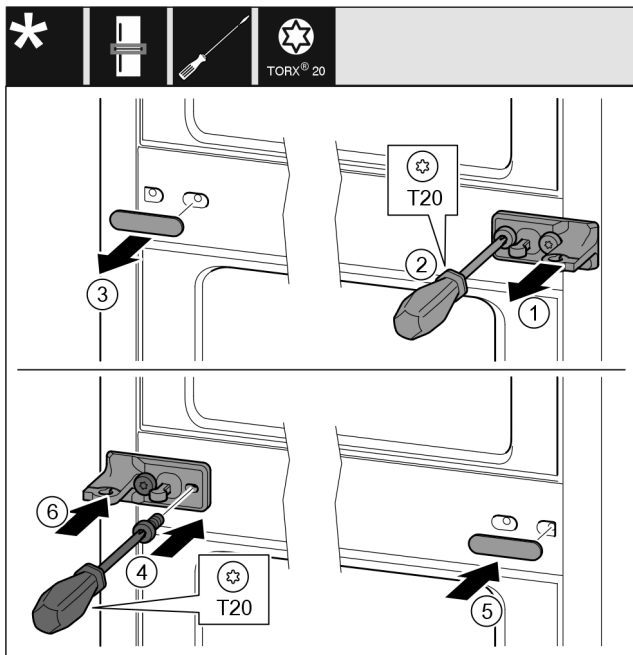

Fig. 35
- ▶ 拆下垫片 Fig. 35 (1)。
- ▶ 用螺丝刀将螺钉 Fig. 35 (2) 旋开。
- ▶ 小心拆下盖板 Fig. 35 (3)。
- ▶ 将带薄膜的托架 Fig. 35 (4) 旋转 180° 至另一侧拧紧。
- ▶ 将盖板 Fig. 35 (5) 旋转 180° 至另一侧装上。
- ▶ 从前面推入垫片 Fig. 35 (6)。